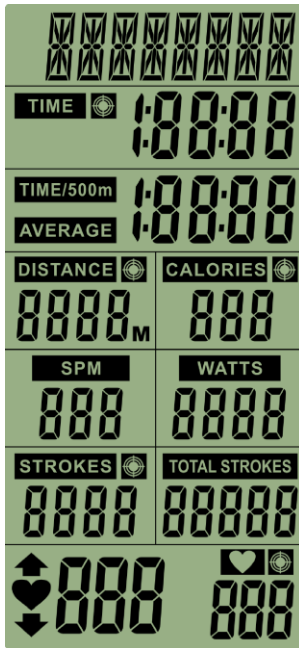

Abb. 1
1. Setzen Sie 4*AA-Batterien ein. Im Display erscheinen kurz alle Symbole (Abb. 1) für ca. 2 Sekunden und ein akustisches Signal ertönt. Anschließend befindet sich der Computer im Bereitschaftsmodus.